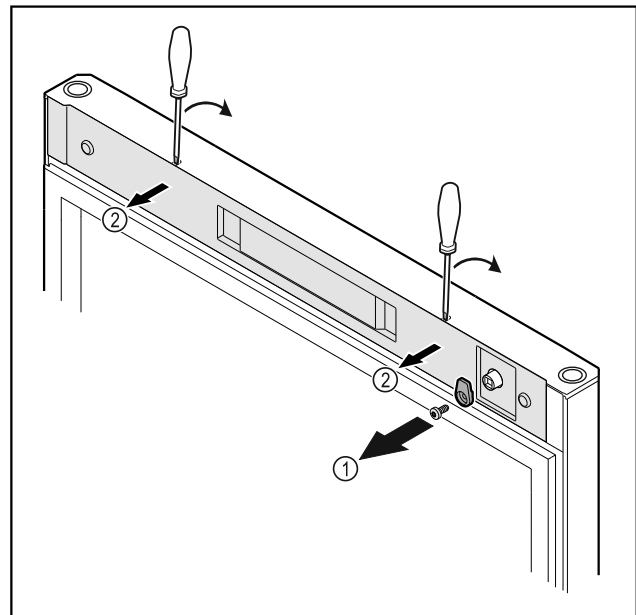

Fig. 11
- ▶ Schließhaken Fig. 11 (1) abschrauben.
- ▶ Abdeckung Fig. 11 (2) mit einem kleinen Schraubendreher ausrasten und abnehmen.